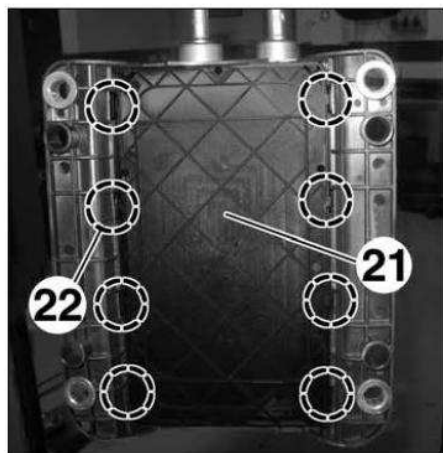

FIG.10
• Staccare il coperchio (21) agendo sui fermi (22) (Fig.10).